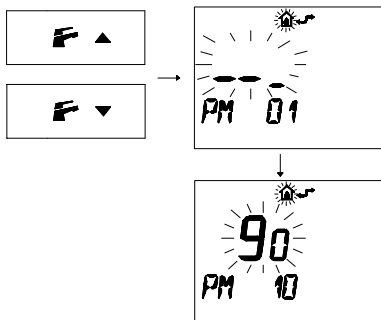

Figura 5.86
- Premere i pulsanti o per visualizzare la programmazione "**PM10**" selezione della frequenza di riaccensione (Figura 5.86).
Nella Figura 5.86 si visualizza un SET programmato di **90** corrispondente ad un tempo di riaccensione di 3 minuti circa. Il campo di regolazioni è da 0 a 8 minuti e mezzo. Ogni passo incrementato o decrementato corrisponde a 2 secondi.